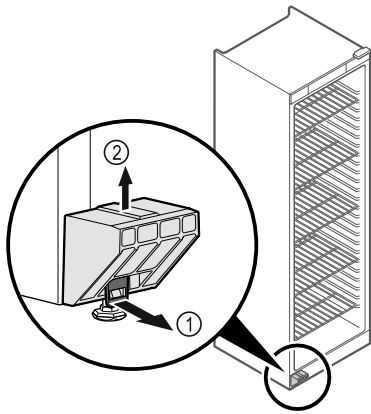

Fig. 5
- ▶ Potiahnite sponu Fig. 5 (1) dopredu.
- ▶ Vytiahnite prepravnú poistku Fig. 5 (2) nahor.